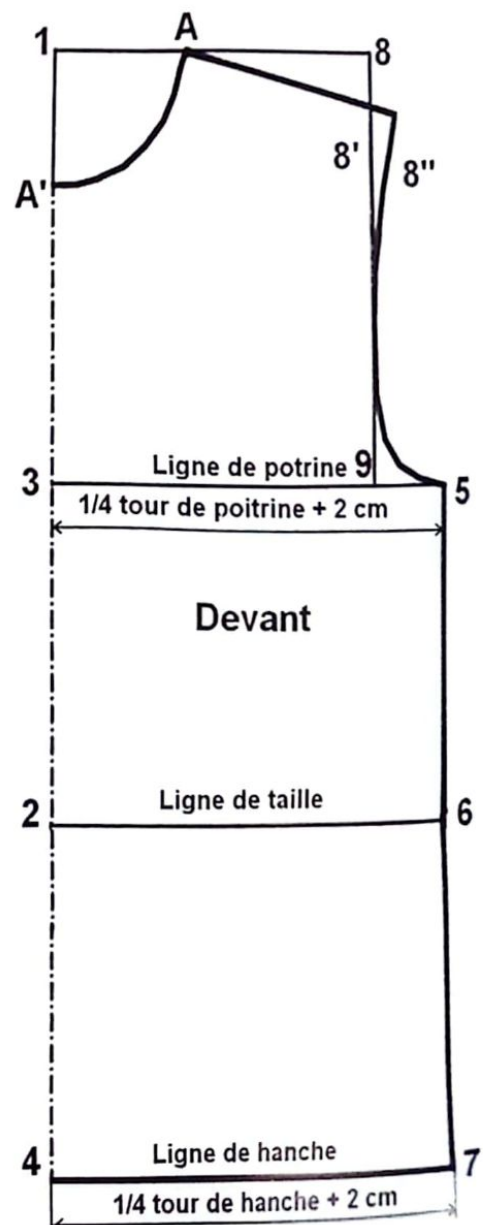

FIG 1
## CONSTRUCTION DU DEVANT (fig.1)
Tracez la couture latérale devant en joignant les points 5 et 6 par une ligne droite et le point 6 au point 7 par une droite ou une très légère courbe (fig.1).
Tracez la courbe d'encolure devant avec la règle courbe perroquet (pistolet) selon le schéma (fig.1).
**8''-5** = tracez l'emmanchure devant en courbe en passant par la verticale de la carrure devant selon le schéma (fig.1).